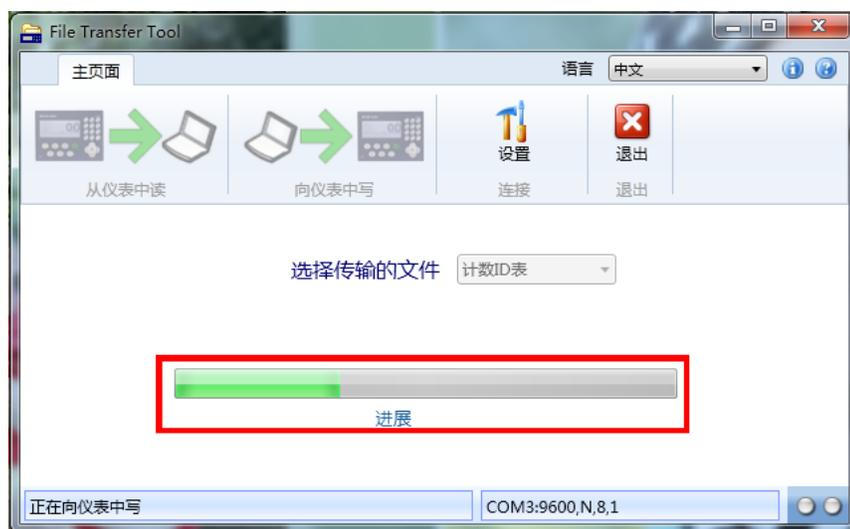

图 3-11: 文件写操作进度
7. 如果用户启动了写入操作，那么在主界面上将出现进度条，显示当前操作进度，如图 3-11 所示。